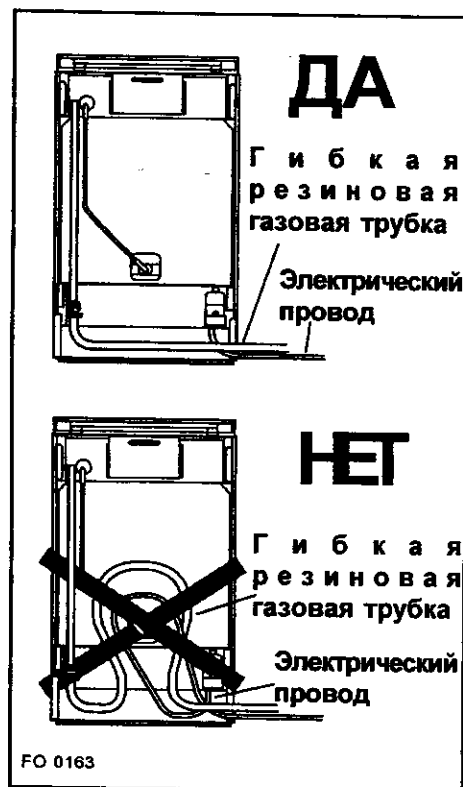

Рис. 12 FO 0163
- трубка не соприкасается с объектами, имеющими температуру выше комнатной (выше 30 °C); если для того, чтобы подвести трубку к входному разъему, нужно проложить ее по задней стенке плиты, то нужно сделать это так, как показано на рис. 12;